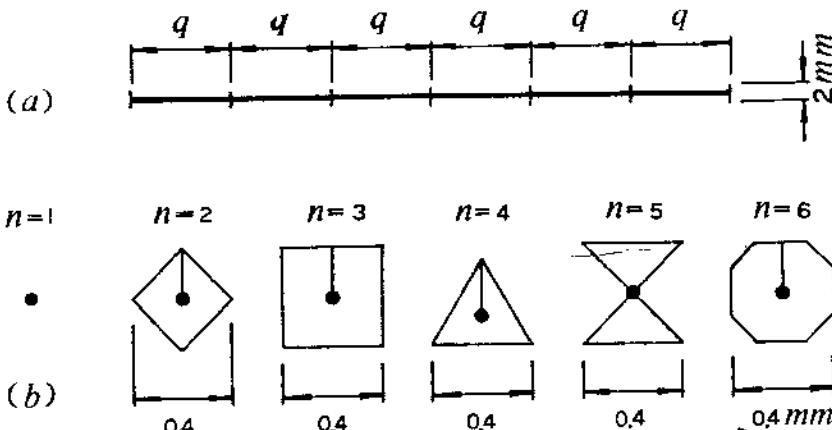

图 7
3. 当绘图笔在原点 (0, 0) 时，不宜使用 X 命令画坐标轴。如果使用了 X 命令，报警指示灯将指出“出错”。这是因为，在画分度线时，画笔要上下移动 1mm（图 7 a）。因此时原点座标均为 0，画 X 轴时向下移 1mm 则 X 座标出界；画 Y 轴时向左移 1mm 则 Y 座标出界。如果实在欲使用 X 命令画过原点座标，可在每个 X 命令之后，随一个 H 命令。H 命令使绘图笔回到坐标原点，并熄灭报警指示灯。